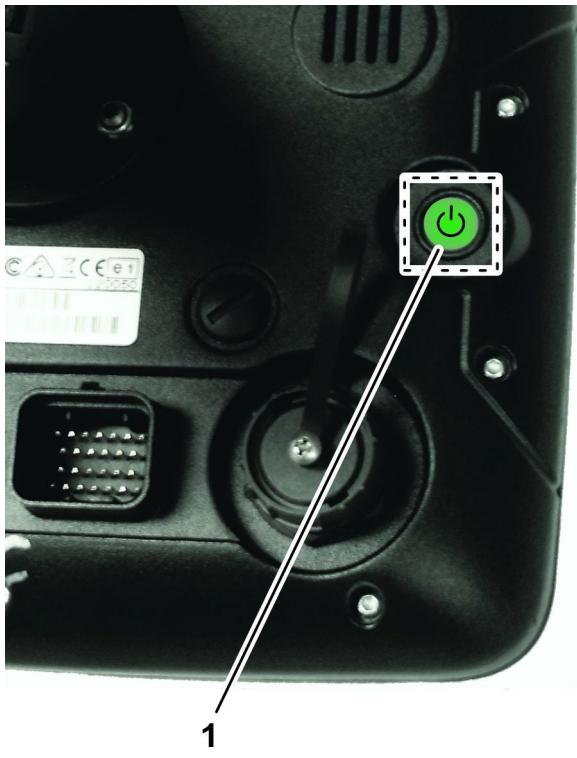

Figura 12
- Nota:** Quando necessario, è possibile ACCENDERE l'impianto di irrorazione X25 spingendo il pulsante di alimentazione nella parte posteriore del quadro di comando (Figura 12).
Nota: In caso di emergenza, potete premere il pulsante di alimentazione nella parte posteriore del quadro di comando (Figura 12) per spegnere l'impianto di irrorazione X25.